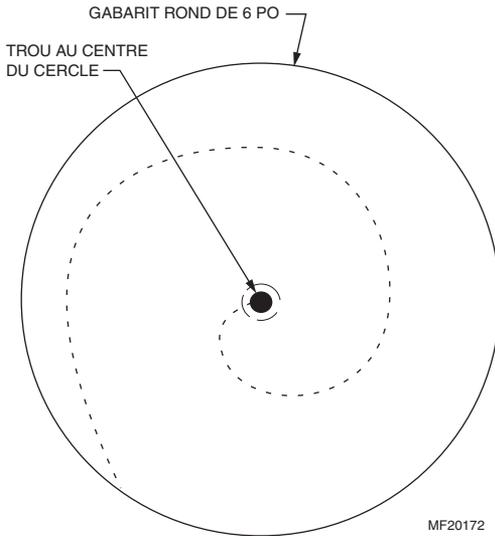

Fig. 5. Coupe de l'ouverture pour le conduit de dérivation.
10. 10. Couper soigneusement une ouverture pour le collet de 155 mm (6 po). Voir la figure 5. Percer d'abord un trou au milieu du cercle à l'aide d'une perceuse, d'un poinçon ou d'une alêne, puis faire une entaille en forme de spirale vers l'extérieur pour faciliter la coupe.